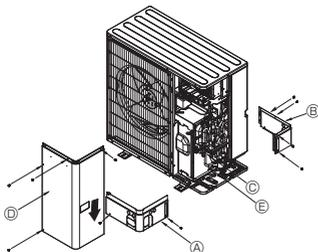

Fig. 4-3
4.3. Kältemittelrohrleitung (Fig. 4-3)
- Das Wartungspult ④ (4 Schrauben) und die vordere Leitungsabdeckung ⑤ (2 Schrauben) sowie die rückwärtige Leitungsabdeckung ⑥ (4 Schrauben) abnehmen.
- ① Die Verbindungen der Kältemittelrohrleitungen für die Innen-/Außenanlage ausführen, wenn das Absperrventil der Außenanlage vollständig geschlossen ist.
- ② Luftreinigung unter Vakuum vom Innenaggregat und dem Rohrleitungsanschluss aus.
- ③ Kontrollieren Sie nach dem Anschließen der Kältemittelrohrleitungen die angeschlossenen Rohre und die Innenanlage auf Gasaustritt. (Siehe 4.4. Verfahren zum Prüfen der Rohre auf Dichtigkeit.)
- ④ Eine Hochleistungs-Vakuumpumpe wird an der Wartungseinheit des Sperrventils verwendet, um ein Vakuum für eine geeignete Zeit (mindestens eine Stunde zu erzeugen, nachdem -101 kPa (5 Torr) erreicht sind, um das Rohrinnere vakuumzutrocknen. Prüfen Sie immer die Stärke des Vakuums am Kaliber des Rohrverteilers. Wenn Feuchtigkeit im Rohr verbleibt, wird die erforderliche Stärke des Vakuums bei kurzer Vakuumanwendung manchmal nicht erreicht. Nach der Vakuumtrocknung öffnen Sie die Sperrventile vollständig (sowohl für Kältemittel als auch für Gas) für das Außengerät. Auf diese Weise werden die Kältemittelleitungen von Innen- und Außengeräten vollständig miteinander verbunden.